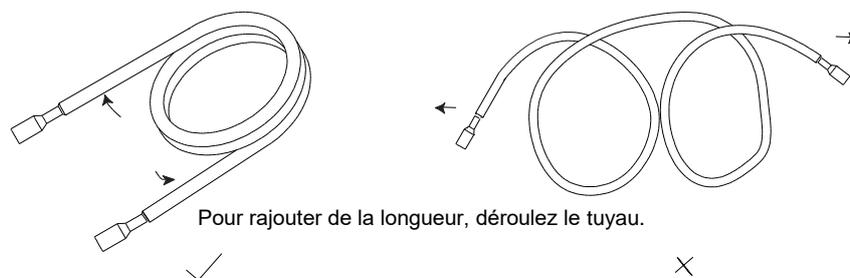

Fig. 10
4. Ne jamais cintrer le tuyau avec son calorifugeage. Ceci déformerait le tuyau. Réaliser une découpe à l'aide d'un outil bien tranchant comme indiqué dans la figure 10, dénuder le tuyau du réfrigérant et réaliser le coude nécessaire. Une fois le tuyau coudé, refermer le calorifugeage et le fixer avec un ruban adhésif.